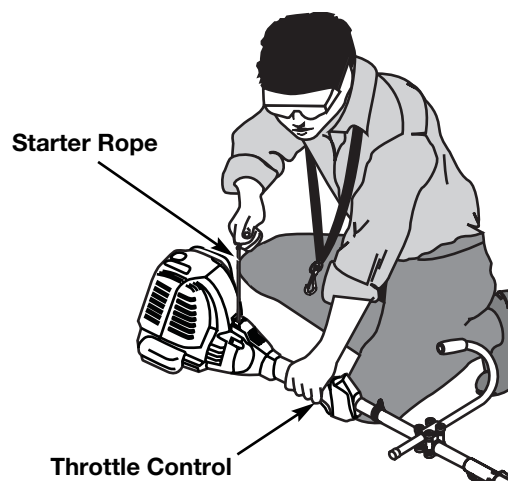

Fig. 22
AVERTISSEMENT: évitez tout démarrage accidentel. Tenez-vous en position de démarrage lorsque vous tirez sur la corde de démarrage (Fig. 22). L'opérateur et l'appareil doivent tous deux être en position stable pour éviter des blessures graves. Vérifiez la bonne installation de l'accessoire avant le démarrage de l'appareil.
6. Accroupissez-vous en position démarrage (Fig. 22). Appuyez sur le verrouillage des gaz et appuyez sur le levier de contrôle des gaz. Tirez vivement le lanceur à cinq reprises.